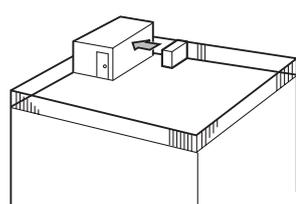

Fig. 2-4
- ① Anbring udblæsningen, så den vender imod den nærmeste væg og ca. 500 mm fra den. (Fig. 2-4)